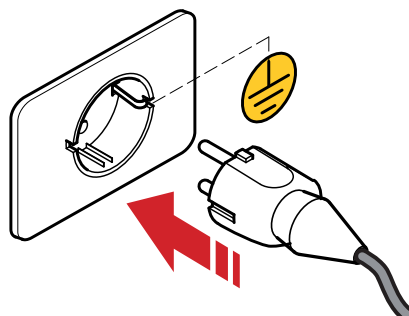

Fig. 12
- Riportare il macinadosatore nella posizione verticale, quindi collegare il cavo alla presa di alimentazione predisposta (Fig. 12).